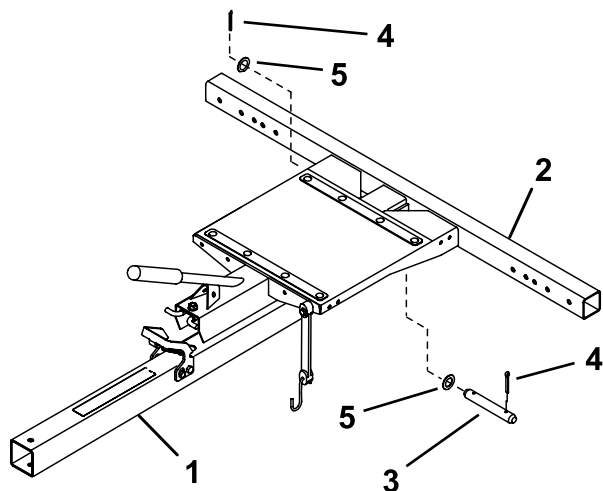

图1
1. 对准后安装孔、将牵引杆总成插入机架总成 (图1)。
2. 使用 1 个柱销、2 个垫圈和 2 个开口销将牵引杆总成固定入机架总成 图1。